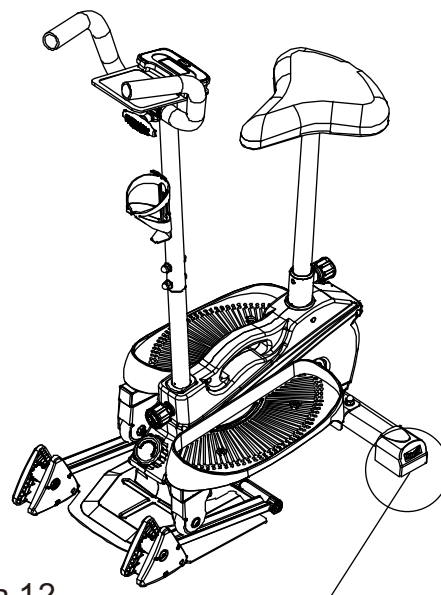

Figura 12
12. Dopo aver assemblato tutti i componenti, controllare le viti in ogni parte per assicurarsi che siano saldamente serrate prima dell'uso. Come mostrato nella Figura 12: